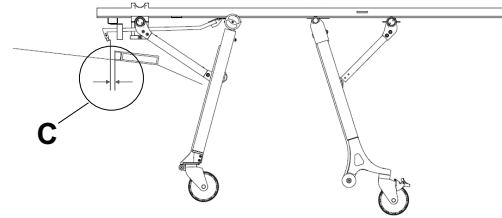

Abbildung 10 – Abstand zwischen Sicherheitshaken und Fangplatte
- Horizontaler Abstand (C) zwischen Sicherheitshaken und Fangplatte ist für das Entladen ausreichend (Abbildung 10)